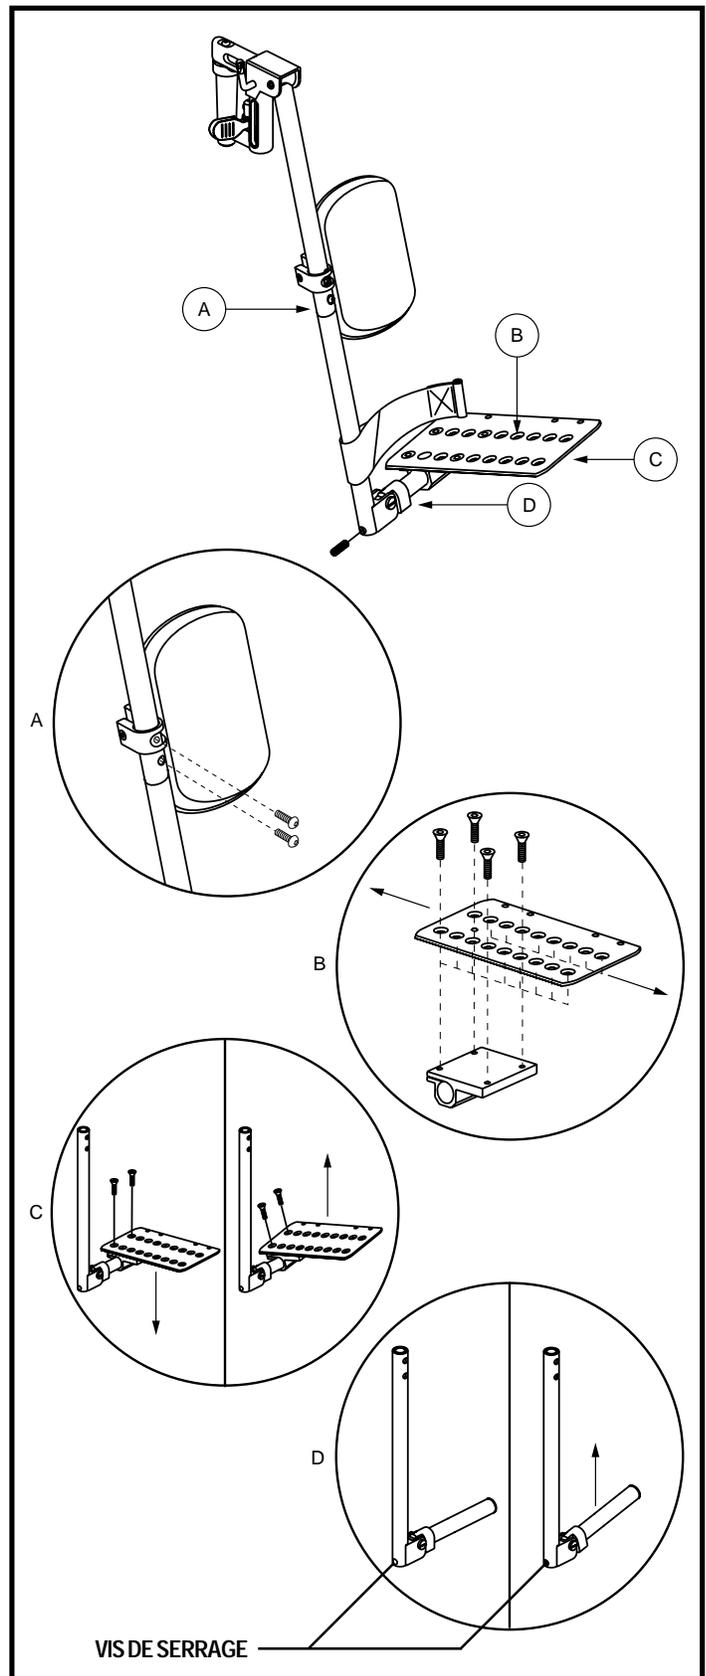

Figure 26. Palette multiaxes (appui-jambe ELR montré)
La palette multiaxes peut être installée sur un appui-jambe élévateur ou sur un appui-pied escamotable. La palette multiaxes peut s'ajuster de 4 façons: (A) hauteur de l'appui-mollet, (B) position, (C) inclinaison et (D) angle. Voir la figure 26.